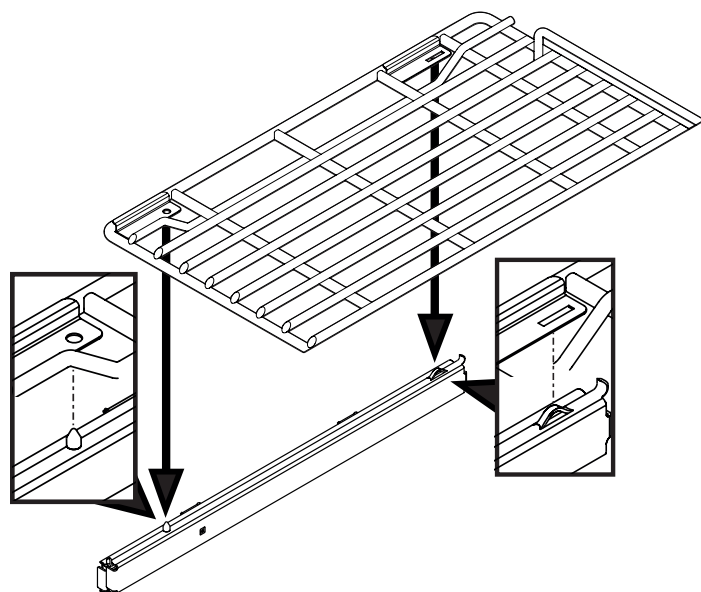

Figure 19 : Installer les grilles coulissantes
Les grilles coulissantes apparaissent un peu différentes que les grilles plates (voir Figure 19). Seulement les grilles coulissantes peuvent être installées sur les rails de glissement.
3. Près de l'arrière de la grille, mettre la fente de grille dans les onglets du rail. Près de l'avant de la grille, mettre la goupille de grille dans le trou sur le rail (voir Figure 19).